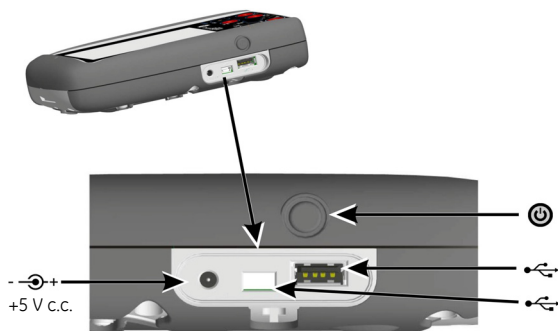

Fig. 2, Vedere din lateral
1. Conectați unitatea pentru rețeaua de alimentare c.c./pentru încărcătorul bateriei la conexiunea de +5 Vc.c. de pe partea laterală a unității (Consultați: Fig. 2, Vedere din lateral).
2. Bateria poate fi, de asemenea, încărcată utilizând conexiunile USB (Consultați: Fig. 2, Vedere din lateral).
Dacă instrumentul este oprit, apăsați butonul de alimentare (Consultați: Fig.2, Vedere din lateral) până când se afișează tabloul de bord.